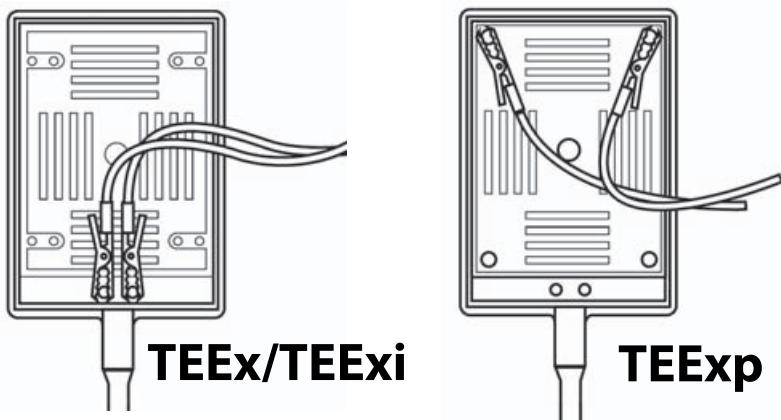

Figura 3 Ligação do conector do transdutor
- Conecte os fios conectores vermelhos aos parafusos de cabeça oca no conector do transdutor conforme mostrado na **Figura 3**. A configuração dos fios condutores depende do seu modelo de transdutor. Consulte a etapa 2b para determinar o seu modelo de transdutor.